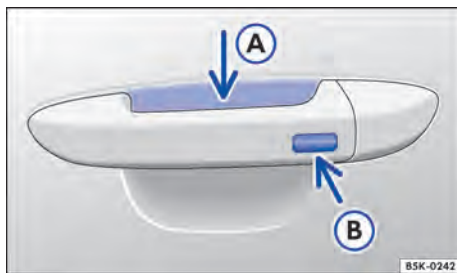

Fig. 54 Keyless Access: superfícies do sensor.
- Tocar o sensor → Fig. 54 (A) na parte interna da maçaneta da porta do condutor ou da porta do passageiro dianteiro.
- Tocar na superfície do sensor → Fig. 54 (B) na parte externa da maçaneta da porta do condutor ou da porta do passageiro dianteiro *uma vez*.
- Além disto, dentro de 5 segundos, tocar uma vez no sensor na parte externa da maçaneta da porta → Fig. 54 (B).
Para a **abertura de conforto** de todos os vidros elétricos e teto solar, empunhar a maçaneta da porta e manter pressionados, ao mesmo tempo, o sensor da parte interna da maçaneta → Fig. 54 (A) e a superfície do sensor (B).
Para o **fechamento de conforto** de todos os vidros elétricos e teto solar, manter um dedo durante alguns segundos sobre a superfície do sensor → Fig. 54 (B) no lado externo da maçaneta da porta do condutor ou do passageiro dianteiro.
Um forte jato de água ou de vapor pode ativar as superfícies dos sensores nas maçanetas se, ao mesmo tempo, uma chave do veículo válida estiver na área de aproximação. Se no mínimo um vidro estiver aberto e a superfície do sensor → Fig. 54 (B) em uma maçaneta da porta for ativada permanentemente, todos os vidros serão fechados. Se o jato de água ou de vapor se afastar brevemente da superfície do sensor → Fig. 54 (A) de uma maçaneta da porta e voltar a ser direcionado para ela, possivelmente todos os vidros se abrirão.